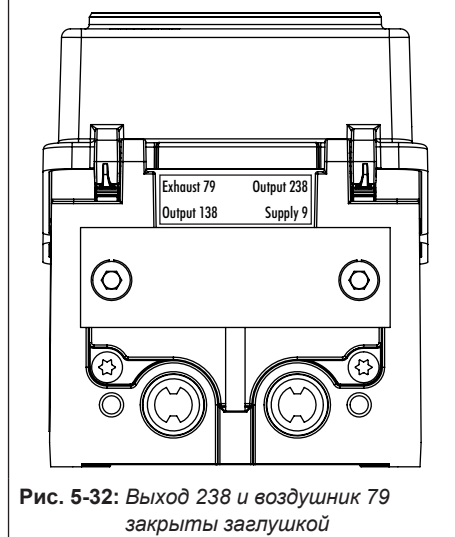

Рис. 5-32: Выход 238 и воздушник 79 закрыты заглушкой
- Закройте выход 238 и вентиляционное отверстие 79 заглушкой (см. Рис. 5-32), если используется только один пневматический выход.
Пневматический привод простого действия управляется через выход 138. Для этого закрываются выходы 238 и 79 (см. Рис. 5-32). Расход воздуха можно увеличить вдвое, используя два пневматических модуля.
Пневматический привод простого действия управляется через выход 138. Для этого закрываются выходы 238 и 79 (см. Рис. 5-32). При срабатывании функции блокировки пневматический выход позиционера закрывается, а привод удерживается в текущем положении. Это происходит, когда позиционер переключается в БЕЗОПАСНЫЙ режим ра-